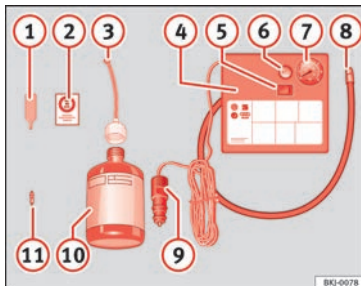

Fig. 75 Representación estándar: contenido del kit antipinchazos.
- Desenrosque la caperuza y el obús de la válvula del neumático. Utilice el aparato » fig. 75 ① para extraer el obús. Colóquelo en una superficie limpia.
- Agite con fuerza la botella de sellante de neumáticos » fig. 75 ⑩.
- Enrosque el tubo de inflado » fig. 75 ③ en la botella de sellante. El precinto de la botella se romperá automáticamente.
- Retire el tapón del tubo de llenado » fig. 75 ③ y enrosque el extremo abierto del tubo en la válvula del neumático.
- Vuelva a colocar el obús con el aparato » fig. 75 ① en la válvula del neumático.
- Enrosque el tubo de inflado del neumático del compresor » fig. 75 ⑧ en la válvula del neumático.
- Compruebe que el tornillo de evacuación de aire está cerrado » fig. 75 ⑥.
- Acople el conector » fig. 75 ⑨ a toma de corriente de 12 voltios del vehículo » fig. 75 ⑨ pág. 165.
- Conecte el compresor de aire con conmutador ON/OFF » fig. 75 ⑤.
- Vuelva a comprobar la presión pasados 10 minutos » fig. 75 ⑨ pág. 103.